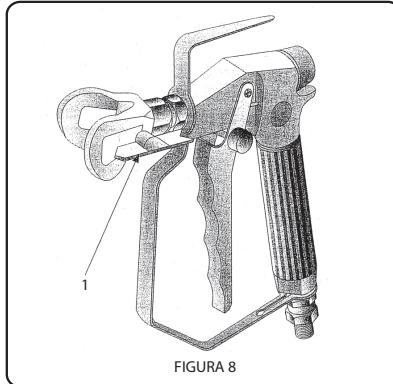

FIGURA 8
- 2 Girar la maneta 180º (nº1 - figura 8).
- 4 Colocar de nuevo el seguro de la pistola. Girar la maneta (nº1 - figura 8) de nuevo 180º hasta su posición de pulverización.